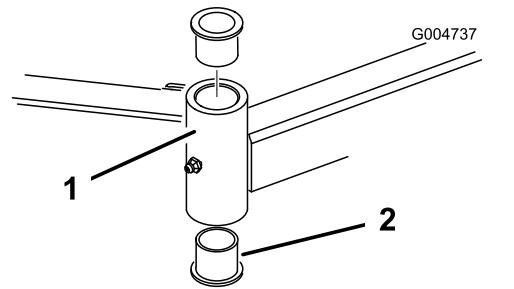

Figura 122
4. Introduza um punção para cavilhas na zona superior ou inferior do tubo de montagem e retire o casquinho para fora do tubo (Figura 122).